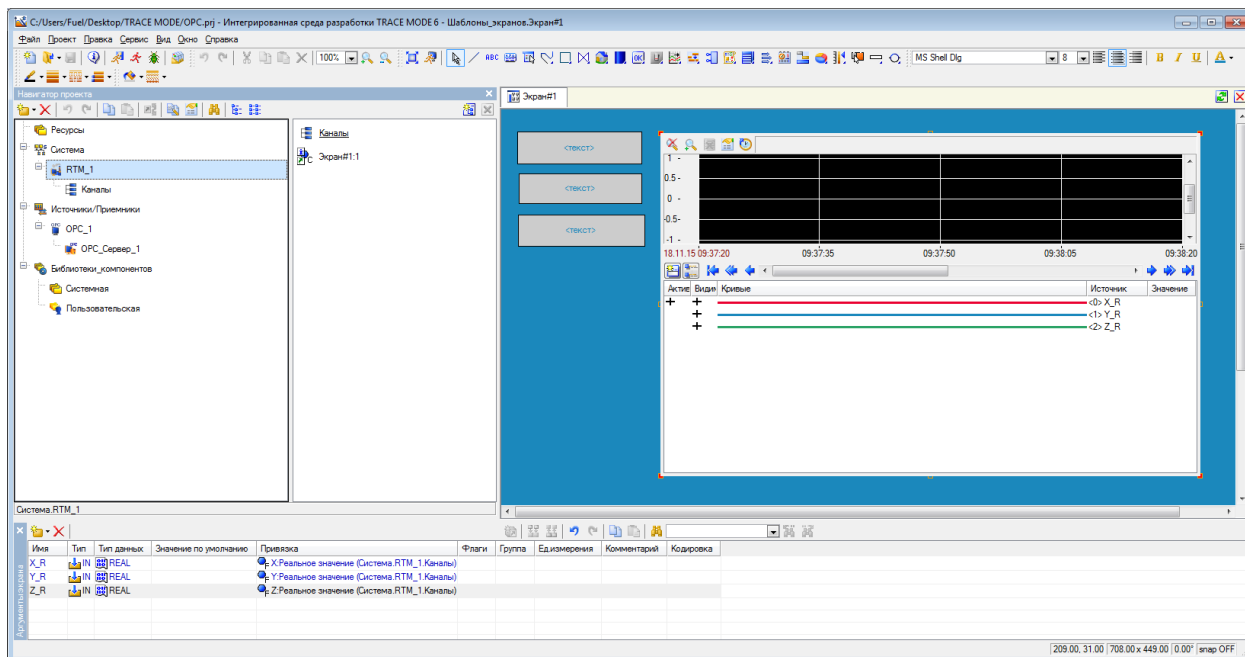

Рисунок 47.
3) Оформляем рабочий экран так, чтобы на нем получилось три текстовых поля, куда будет выдаваться текущее показание с датчика, а также тренд для отображения изменения значений ускорения во времени (см. Рисунок 47)